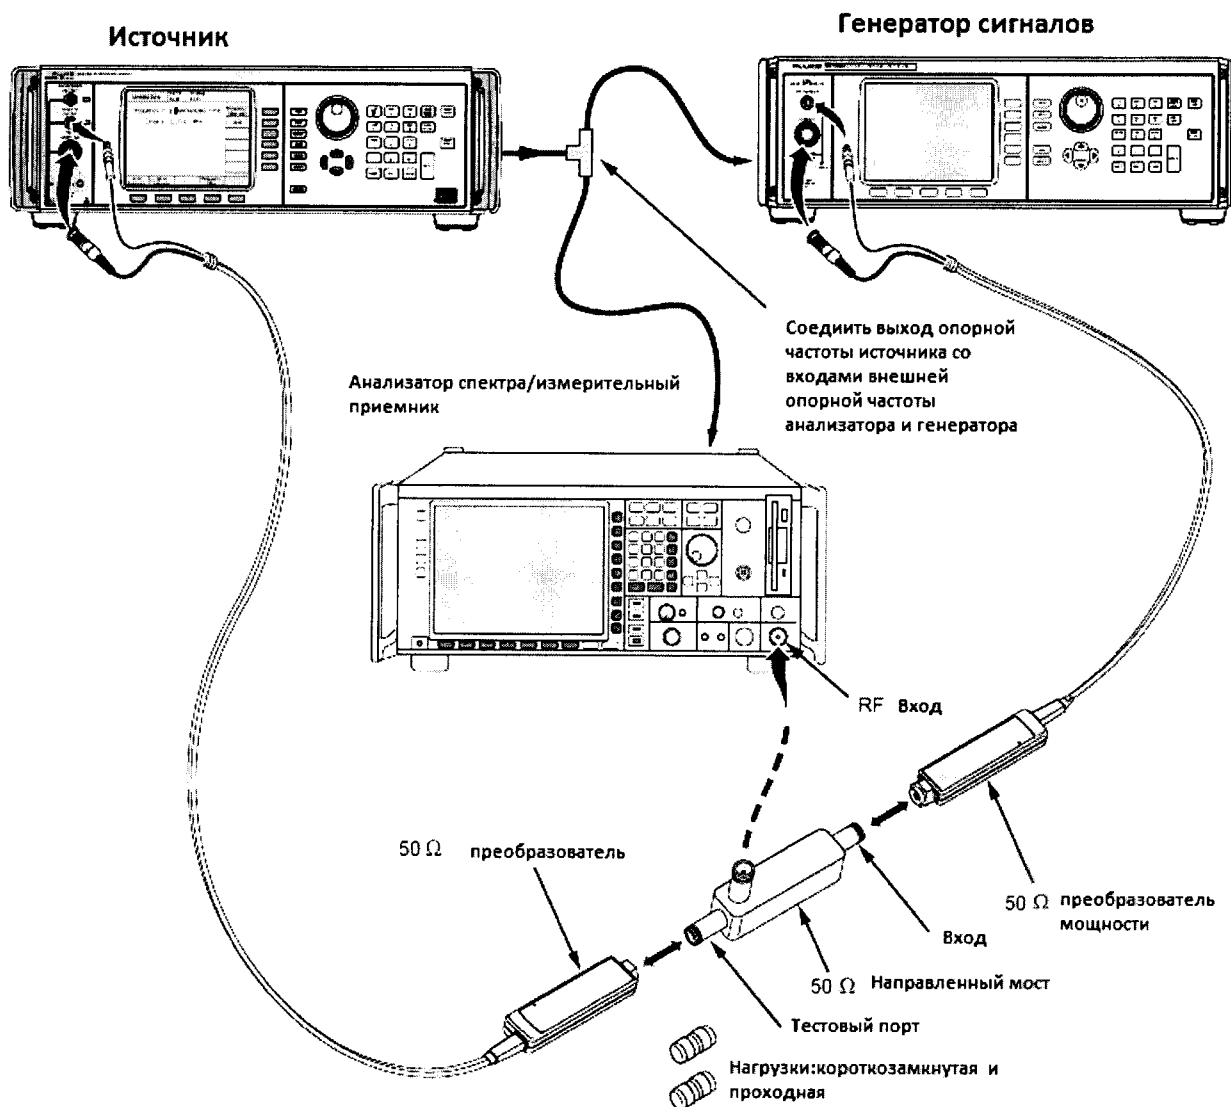

Рисунок 8.
8.13.1 Соединить выход REF FREQUENCY OUTPUT на задней панели источника со входами внешнего опорного сигнала на анализаторе спектра и генераторе сигналов (рисунок 8).